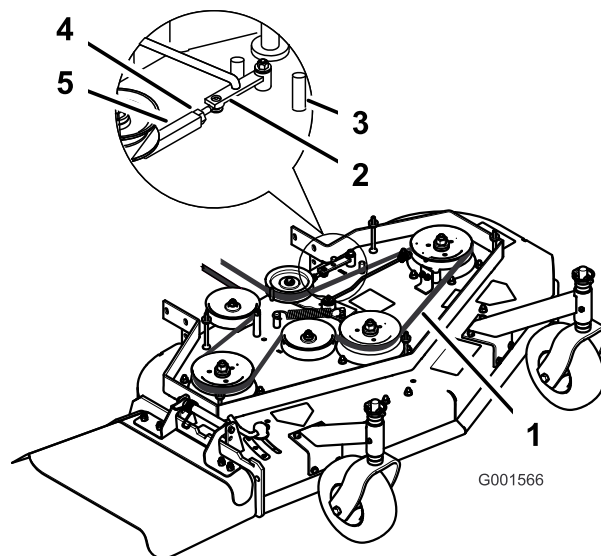

Figure 38
3. Desserrez le contre-écrou sur le tendeur (Figure 38).
4. Tournez le tendeur vers l'arrière du tablier de coupe pour augmenter la tension sur la courroie. Tournez le tendeur vers l'avant du tablier de coupe pour réduire la tension sur la courroie (Figure 38).